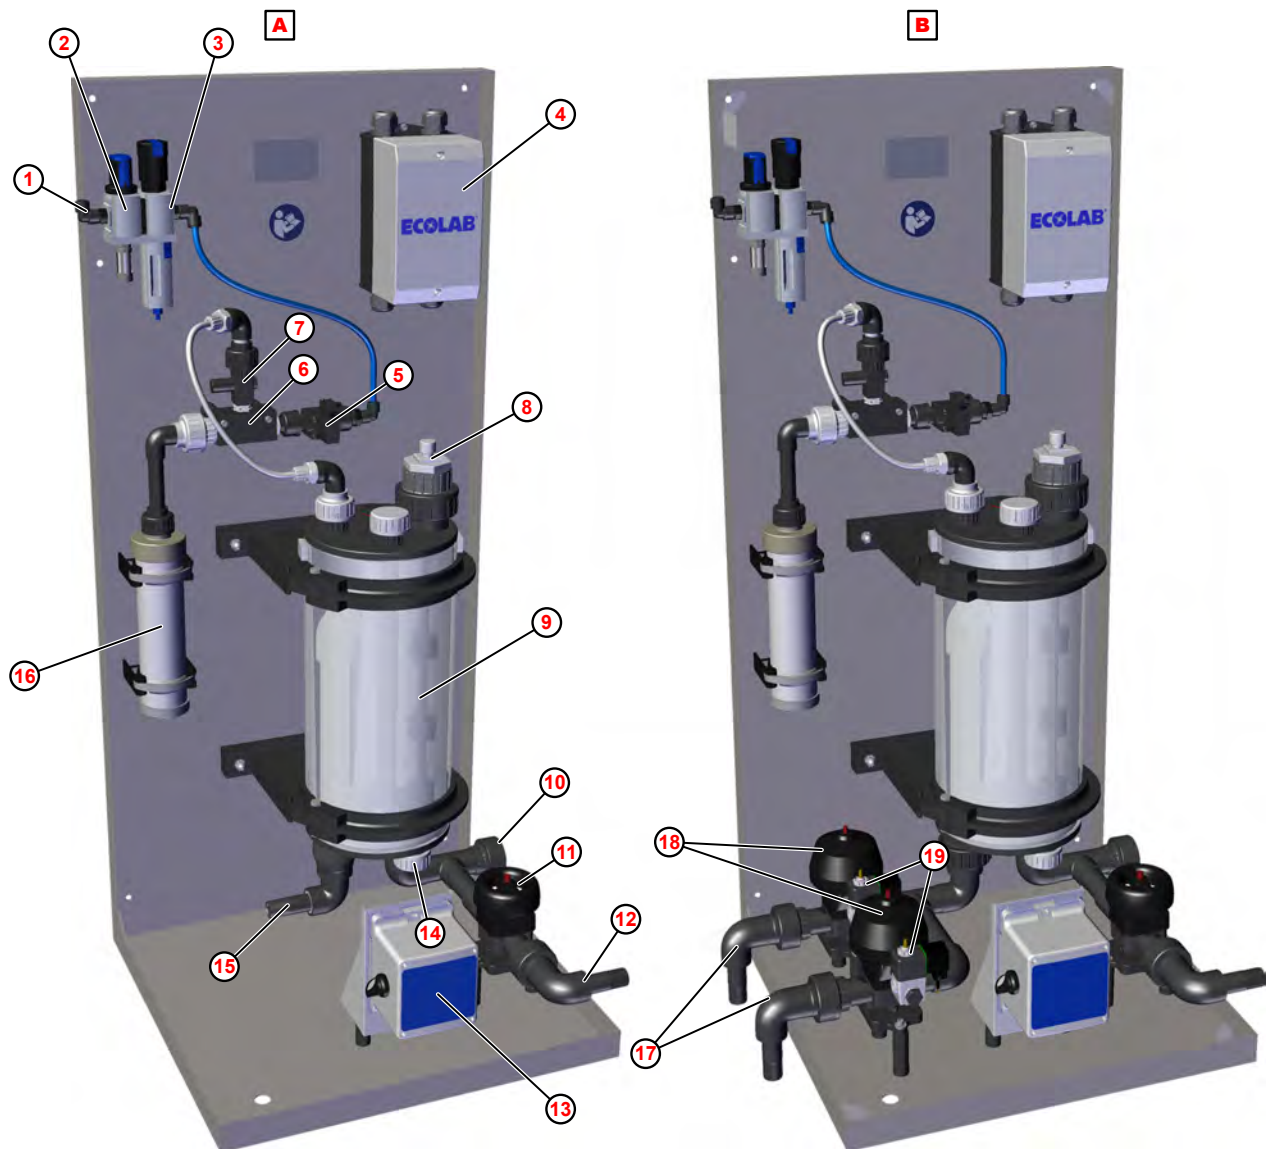

Abb. 1: Aufbau (A = Connexx Basic, B = Connexx Switch))
Druckluftversorgung Für den Injektor Abb. 1, ⑥ und zur Ansteuerung der Umschaltventile ⑪ wird eine Druckluftversorgung benötigt.
Am Boden des Hebergefaßes befinden sich drei Anschlüsse. Am linken Anschluss Abb. 1, ⑮ wird beim Connexx Basic A der PVC-Gewebeschlauch (19/27 mm) direkt angeschlossen und zur Click & Plug-Anschlusskupplung geführt.